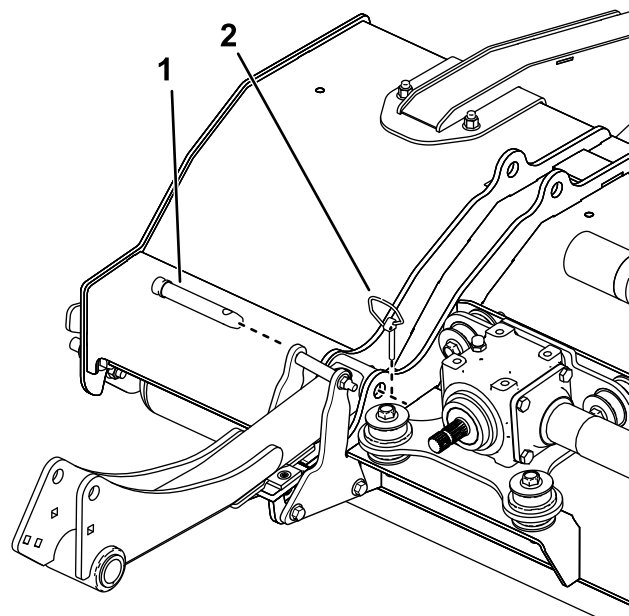

Figura 30
4. Remova os pinos de sujeição e pinos que prendem a unidade de corte aos braços de elevação (Figura 30).